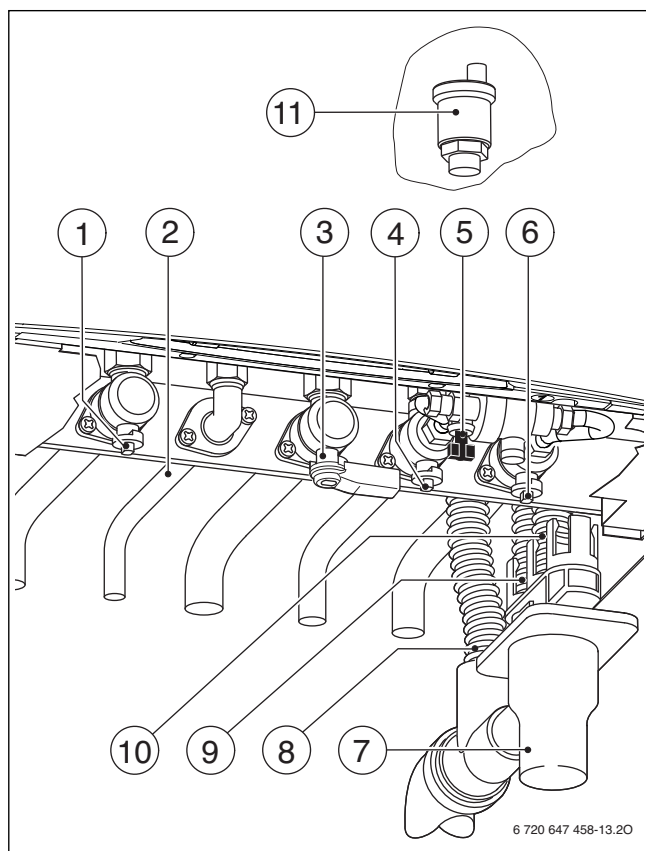

Fig. 23 Raccordements
- ▶ Ouvrir le robinet de départ du chauffage et le robinet de retour du chauffage (→ fig. 23, [1] et [6]).
- ▶ Ouvrir le robinet d'eau froide (→ fig. 23, [4]).
- ▶ Ouvrir le purgeur automatique (laisser ouvert) (→ fig. 23, [11]).
- ▶ Ouvrir le robinet de gaz (→ fig. 23, [3]).